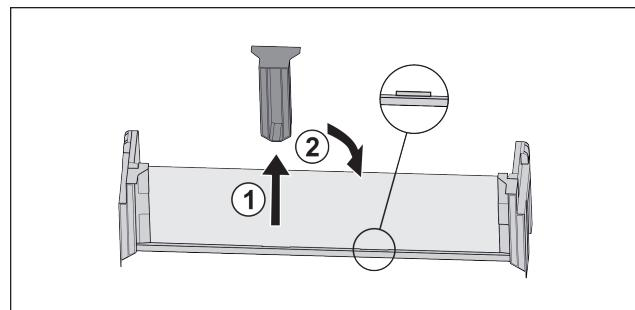

Fig. 103
- Витягнути середню деталь для підтримки Fig. 103 (1).
- Вставить середню деталь для підтримки на друге положення Fig. 103 (2).